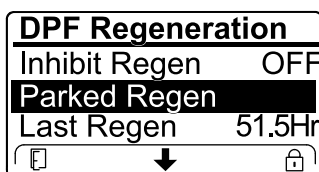

Figura 71
- Se il computer del motore richiede una rigenerazione di recupero, oppure sta eseguendo una rigenerazione di recupero, e voi scorrete il menu verso il basso fino all'opzione PARKED REGEN, la rigenerazione parcheggiata viene bloccata e l'icona di blocco (Figura 71) compare nell'angolo in basso a destra dell'InfoCenter.